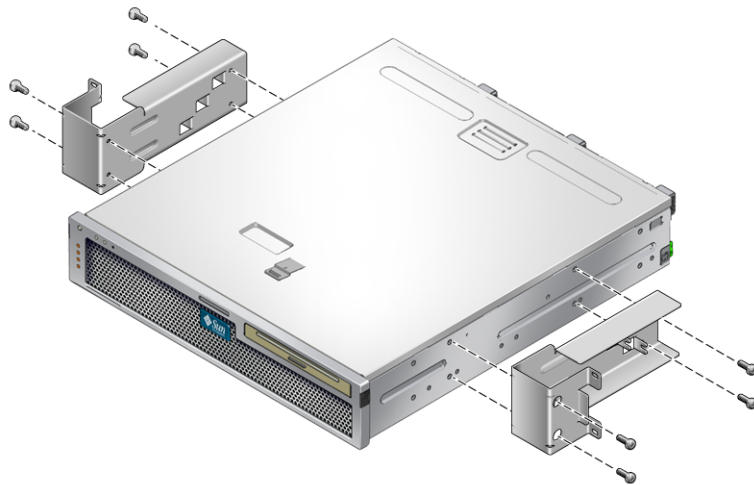

FIGURE 4-2 Fixation des supports latéraux sur le côté du serveur
2. À l'aide de huit vis SEM M5 × 10 (quatre pour chaque support latéral), fixez les supports latéraux de part et d'autre du serveur (FIGURE 4-2).